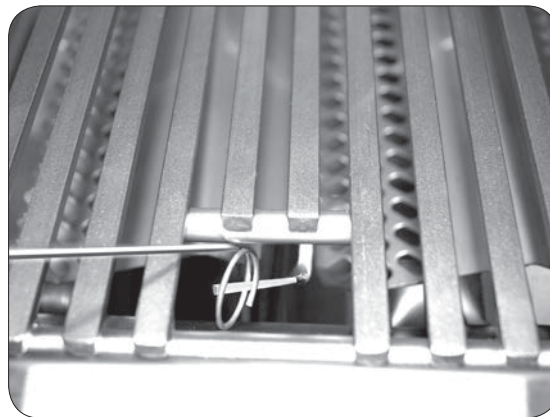

Fig. 26-2 - Éclairage manuel
2. Insérez un allumeur brûlant de butane de long-baril, une allumette brûlante de long-tige, ou une allumette brûlante tenue par un support de prolongation de fil par la grille à cuire s'ouvrant au dessus du brûleur (fig. 26-2).
4. Si le brûleur ne se allume pas dans les cinq (5) secondes de tourner le bouton de commande, enfoncez immédiatement le bouton et tournez la valve à AU LOIN. ATTENDEZ CINQ (5) MINUTES avant de répéter les étapes 2 à 4 des instructions manuelles d'éclairage.